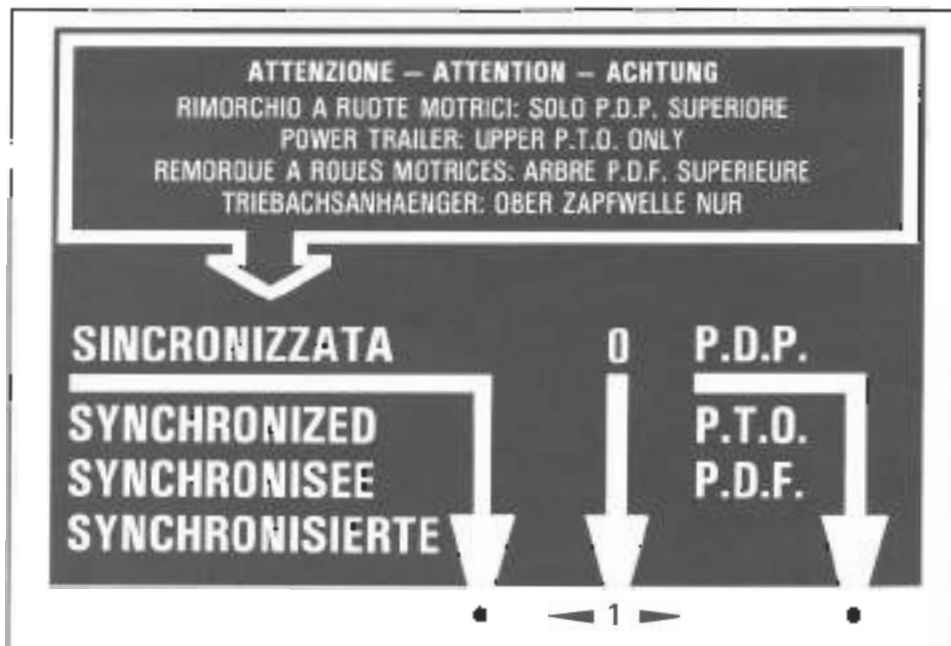

Fig. 8/a - Bild 8/a
Die Kraftübertragung auf diese Zapfwelle erfolgt direkt vom Motor aus, hinter der Kupplung, weshalb die Zapfwelldrehzahl nur mit der Motordrehzahl verbunden ist. Die Drehrichtung der Zapfwelle bleibt auch im Rückwärtsgang unverändert. Ein Steuerhebel mit 2 Stellungen ermöglicht die Vorwahl von 2 verschiedenen Untersetzungsverhältnissen für die Zapfwelle (siehe Bild 8). Diese Zapfwelle dient zum Antrieb von Geräten oder Arbeitsmaschinen.
2. Die Zapfwelle durch Einlegen des betreffenden Steuerhebels (Bild 8, Detail 1) in Stellung 540 (langsam) oder 900 (schnell) in die gewünschte Drehzahl einschalten. Sich vergewissern, dass der Steuerhebel einwandfrei eingeschaltet ist.
La presa di potenza superiore ha le stesse caratteristiche della presa di potenza inferiore. Una leva di comando a tre posizioni consente di selezionare i diversi impieghi della p.d.p. (vedere la fig. 8/a):
- a) **Collegamento attrezzi**, operare con le distinte nel par. 1.1 e 2 (prevedere portare la leva (fig. 8/a, part. 1) in posizione "P.D.P." e quindi seguire il procedimento dei par. 3 e 4 precedenti)
- b) **Collegamento rimorchi a ruote motrici**, premere il pedale della figura 8 e azionare la manovra, portare la leva (fig. 8/a, part. 1) in posizione "SINCRONIZZATA" e la leva (fig. 8, part. 1) in posizione di fulcro. Rilasciare gradualmente il pedale della figura 8.
The top power take-off features are the same as those of the bottom power take-off. A 3-position control lever is provided for the selection of the different uses of the p.t.o. (see fig. 8/a).
- "P.t.o." position, connection of implements. It makes the same revolutions as the bottom p.t.o. and the two rotation ranges are selected by control lever shown in figure 8.
a) **Connection of implements**, working sequence as described under items 1 and 2; bring lever (fig. 8/a, part. 1) to P.T.O. position then follow steps laid down under items 3 and 4.
b) **Connection of driving-wheeled trailers**, depress clutch pedal and stop the tractor, bring lever (fig. 8/a, part. 1) to "Synchronmeshgeared position" and lever (fig. 8, part. 1) to the neutral position. Gently release clutch pedal.
La prise de force dessus présente des caractéristiques égales à la prise de force moteur. Un levier de commande à trois positions permet la sélection des divers emplois de la p.d.f. (voir fig. 8/a).